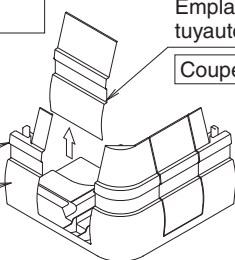

Fig. 45
- Pour la sortie de la tuyauterie vers l'arrière et vers la droite, coupez le couvercle du coin comme indiqué dans la Fig. 45 et retirez-le. (Lors de la découpe, faites attention et montez sur l'unité intérieure afin que les pièces du couvercle du coin ne tombent pas.)